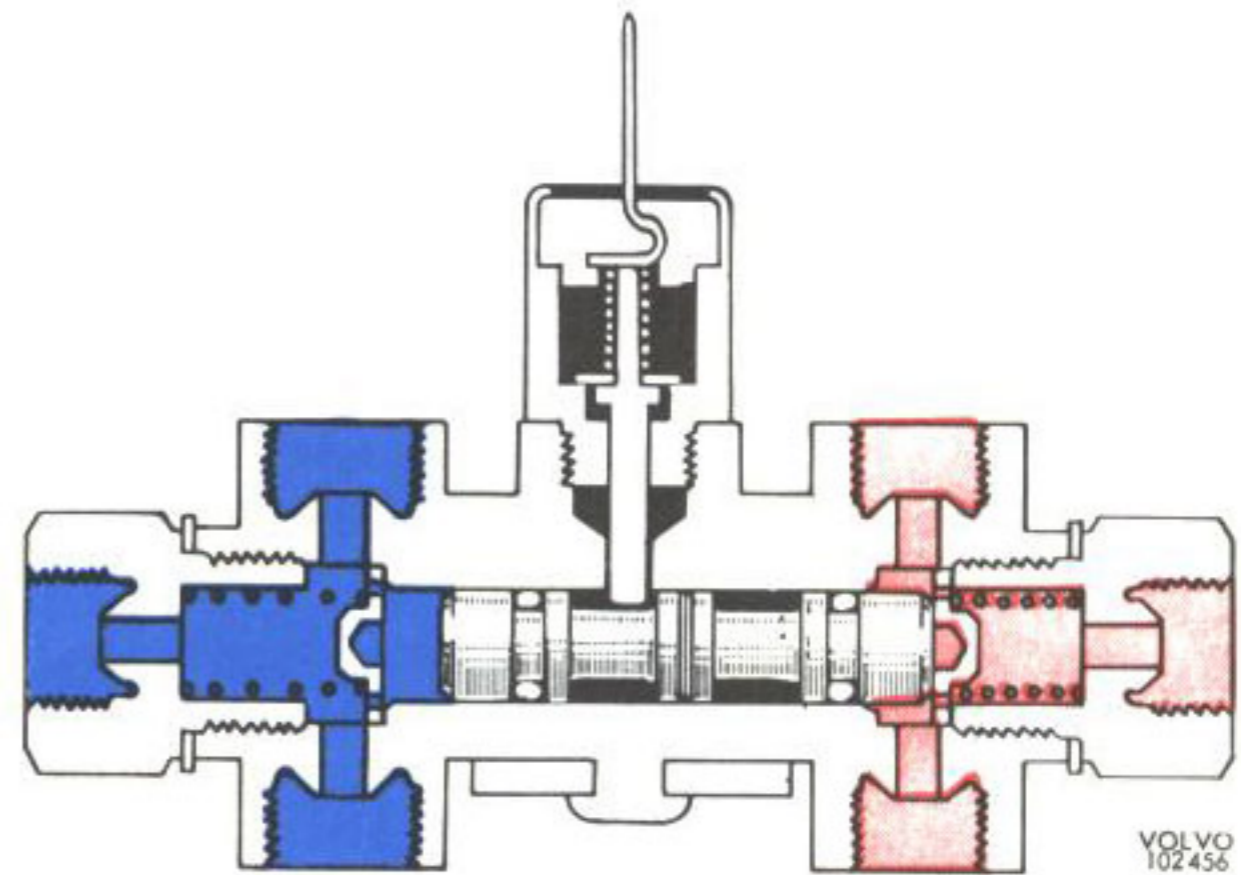

Bild 44. Varningsläge
Först när trycket i sekundärkretsen överstiger primärkretsens med cirka 10 kp/cm² har kolvarna pressats så långt åt höger att styrpinne (4) kan tryckas nedåt. Därvid när kontaktbrickan (2) huset (3) och strömkretsen sluts (bild 44). Görs kretsarna trycklösa hindrar styrpinne kolvarna att återgå till normalläge. Detta kan ske först sedan varningskontakten (3) skruvats ut.